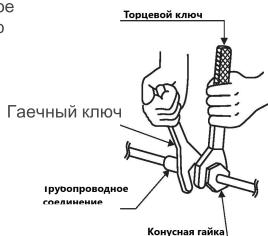

Рис.7
2. Выверните стык соединительной трубы с соответствующими коническими поверхностями внутреннего и наружного блоков, затяните соединительную гайку вручную, затем закрепите ее гаечным ключом, как показано на рис. 7, применяя указанный в таблице 1 момент затяжки.